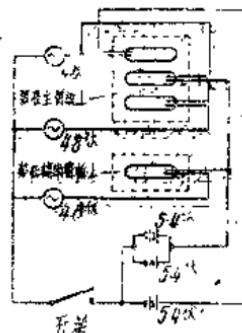

图 5
現将上海局使用水銀接触器的結線方法介紹如下（图5）。此种結線包括主臂板电灯电源轉換的功用，但这种轉換电源方法只适合于列車繁忙的地方。
2. 为了使电池放电不过大，最好采用串并联結綫方法（参照图5及后面上海局試驗報告資料）；